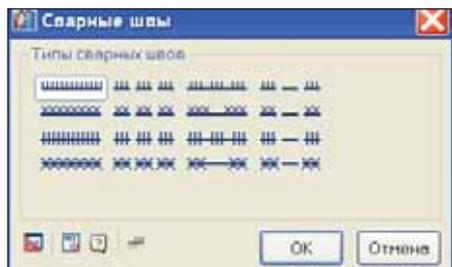

Рис. 2. Сварные швы
- сварные швы – доступны 16 типов сварных швов, каждому типу шва соответствует кнопка с его изображением (рис. 2).